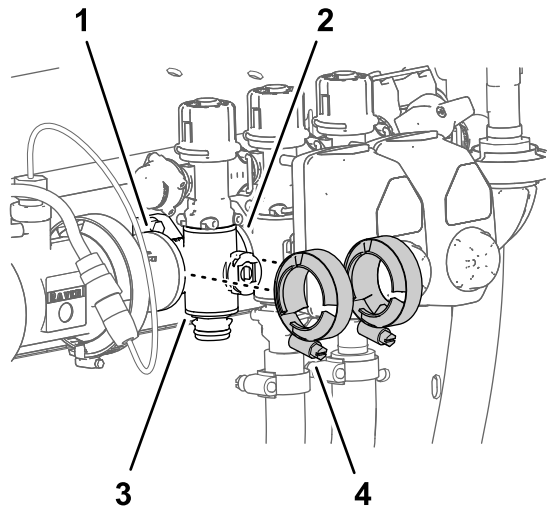

图 125
4. 将在 拆下喷洒臂段歧管阀 \(页码 72\)中卸下的法兰夹具松松安装到喷洒臂段阀歧管的法兰上以及其他喷洒臂段阀和/或耦合适配器的法兰上 图 125。
7. 用手拧紧 2 个法兰夹具 图 125。